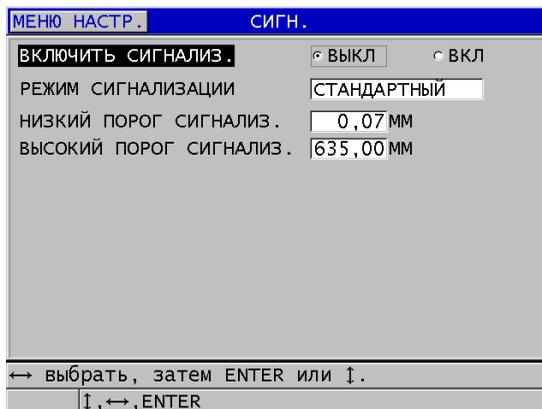

Рис. 8-7 Настройка СТАНДАРТНОГО режима сигнализации
3. В окне СИГН. (см. Рис. 8-7 на стр. 141):